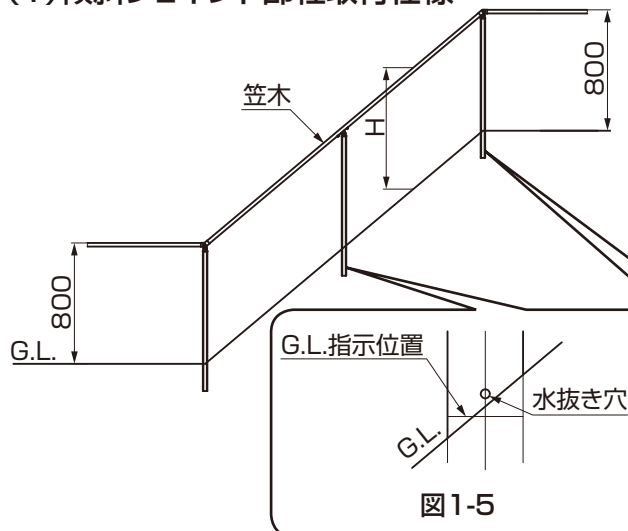

図1-5
- 傾斜面の柱は、G.L. 指示位置が基準ではありません。（図 1-5 参照）
(2) 傾斜ジョイント部柱なし仕様